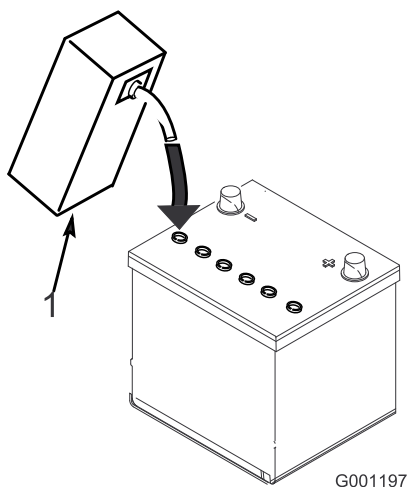

Figura 5
5. Llene cuidadosamente cada celda con electrolito hasta que las placas estén cubiertas de aproximadamente 6 mm de fluido (Figura 5).